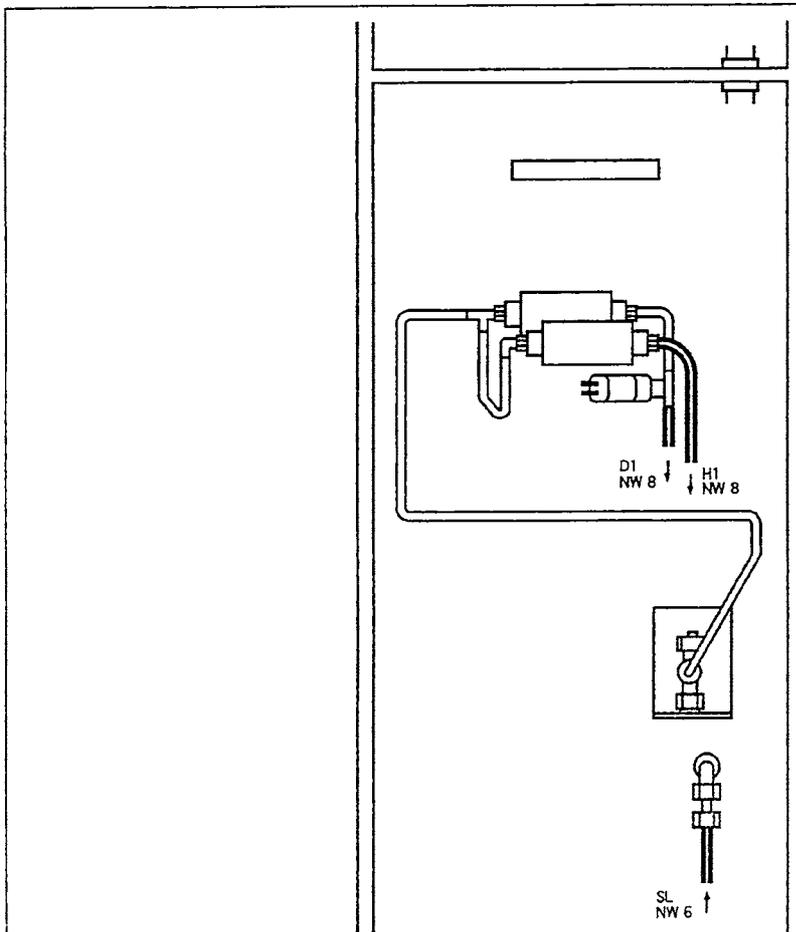

Bild 6: Anschluß der Hydraulikschläuche in der Bediensäule
- Am Hydraulikblock im Bedienaggregat Sicherungsschraube der Notablaßschraube (rot gekennzeichnet) mit einem Innensechskantschlüssel lockern (siehe Bild 6).
- Hydraulik-, Pneumatik- und Elektroverbindungen zwischen Aggregat und Hebebühne herstellen (siehe Bild 6 + 7)